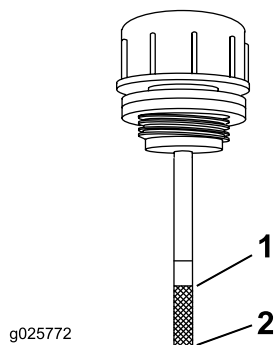

Figura 68
9. Togliete l'asta e controllate l'estremità (Figura 68). Se il livello del fluido è al segno Add, versate lentamente nel serbatoio idraulico solo il fluido sufficiente a far innalzare il livello alla riga Full.